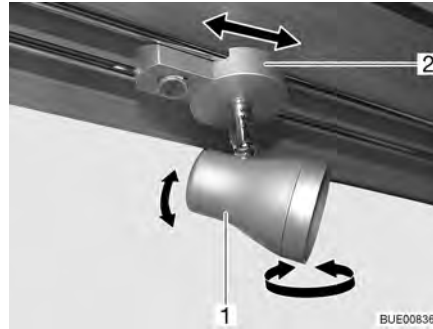

Fig. 49 Spot
*Tourner :* ■ Saisir le boîtier (Fig. 49,1) et le tourner.
*Faire coulisser :* ■ Saisir le support (Fig. 49,2).